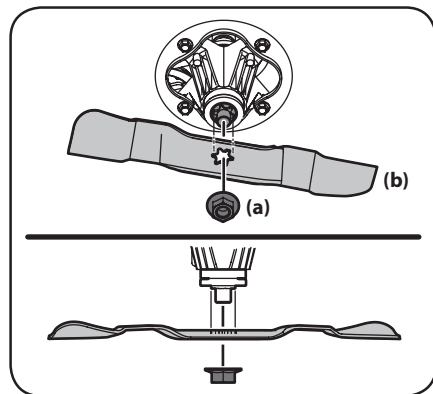

Figura 4-9
6. Cambie o afile las cuchillas. Para afilar las cuchillas de corte correctamente, extraiga cantidades iguales de metal de ambos extremos de las cuchillas a lo largo de los bordes cortantes, paralelo al borde de caída, con un ángulo de 25° a 30°. Afile siempre cada borde de las cuchillas de corte de forma pareja para mantener un equilibrio adecuado entre las mismas. Vea la Figura 4-9.